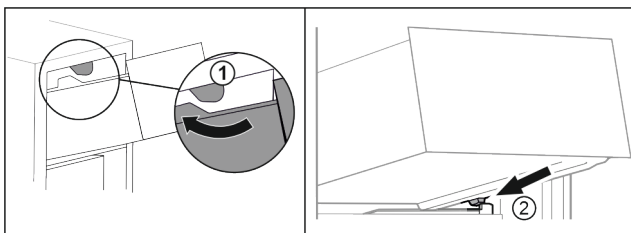

Fig. 74
- ▶ Predal speljite okrog zgornjih zaustavljalnikov. Fig. 74 (1)
- ▶ Predal postavite v poševnem položaju za spodnjimi zaustavljalniki na nastavek za posodo. Fig. 74 (2)